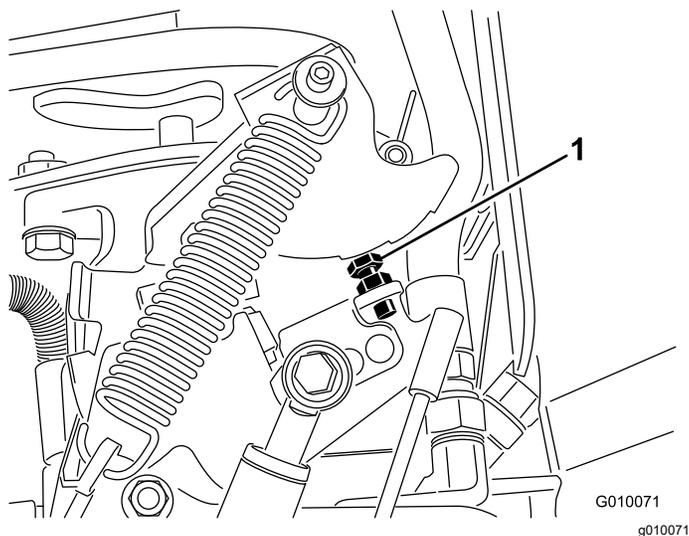

Bild 71
6. Wenn eine Einstellung erforderlich ist, drehen Sie die Anschlagsschraube der Pumpe (Bild 71) näher an die Anschlagplatte, um den Lochabstand zu verringern, oder drehen Sie die Anschlagsschraube von der Anschlagplatte weg, um den Lochabstand zu vergrößern.